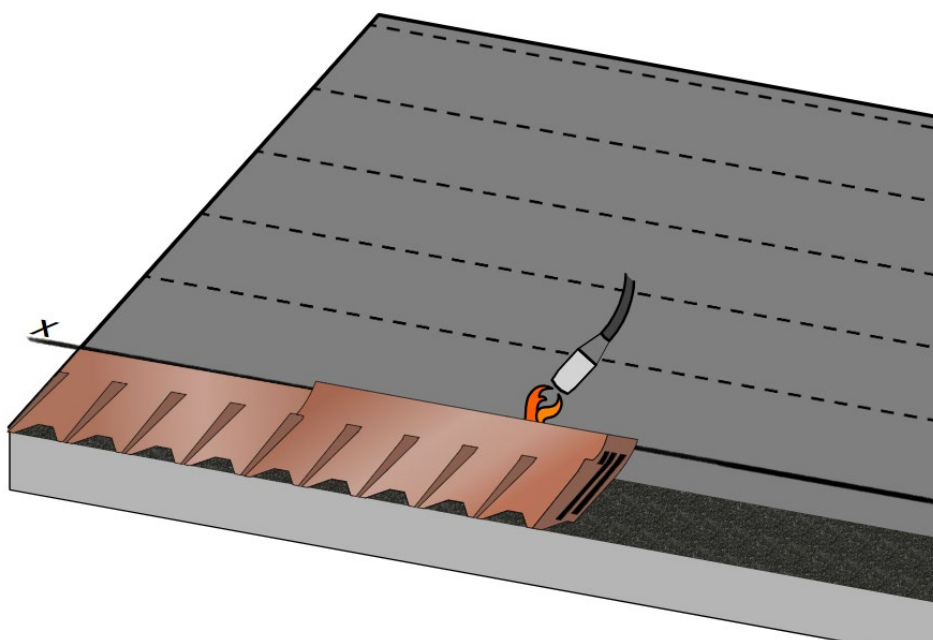

Fig. 23 - Installazione della seconda tegola Master Coppo a fiamma
- Procedere con la posa della seconda tegola Master Coppo: sovrapporre la seconda tegola Master Coppo alla fascia laterale della prima tegola già posata e procedere al fissaggio con la fiamma secondo le indicazioni precedenti - Fig. 23.